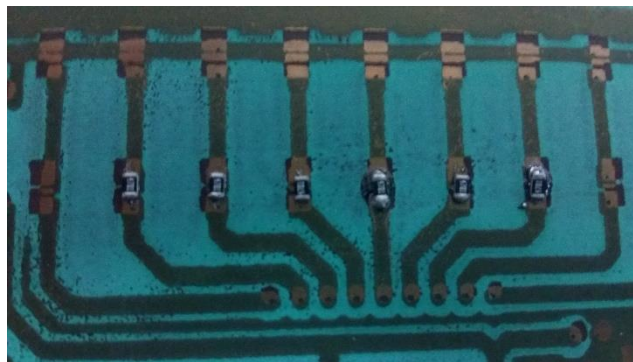

Figura 23. Proceso terminado.
- Abra la gaveta del horno y con unas pinzas saque la baqueta ver figura 23.